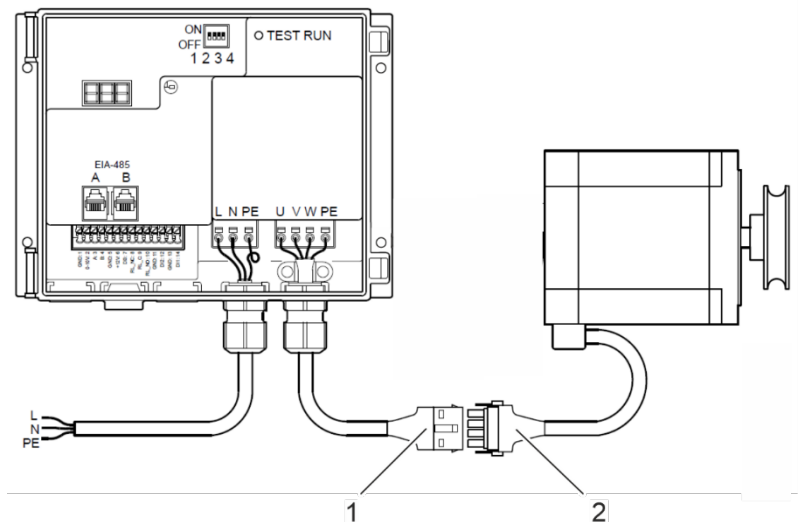

Abbildung 100: Schrittmotor Kabelverbindung
18. Schließen Sie das Schrittmotor Verlängerungskabel (Abbildung 100/1) an das Schrittmotorkabel an. (Abbildung 100/2).